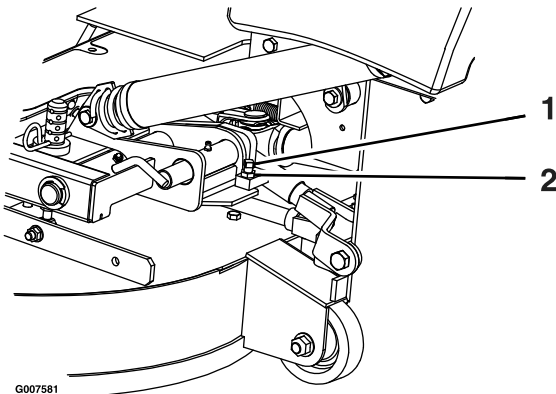

Bild 82
2. Lösen Sie die Klemmmutter und drehen Sie die Anschlagsschraube nach rechts, bis der Arretierbolzen fest ist und nicht mit der Hand gedreht werden kann (Bild 82).